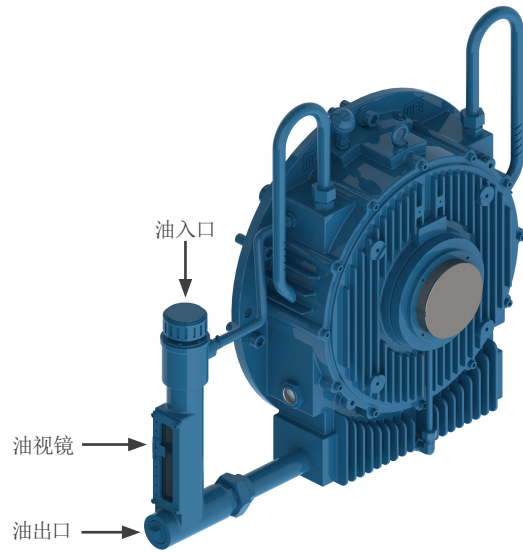

图 8.2: 油润滑轴承 - 水平安装
- 通过轴承底部的排油孔排出旧油 (参见第73页图8.2)。